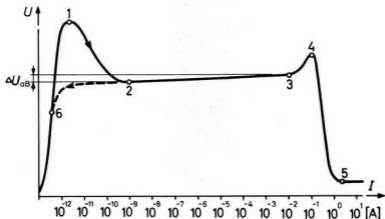

Bild 338
Zünden der Röhre erforderlich ist, ist abhängig vom verwendeten Gas und vom Gasdruck. Bild 338 zeigt den Zusammenhang zwischen angelegter Spannung und Anodenstrom. Die **Zündspannung** (1) liegt etwas höher als die **Brennspannung** (2–3), da zum Auslösen der Elektronenlawine eine verhältnismässig hohe Elektronengeschwindigkeit erforderlich ist. Diese Geschwindigkeit wird den Elektronen durch eine entsprechend hohe Anodenspannung erteilt. Sobald der Zündvorgang einmal eingeleitet ist, kann die Ionisation mit einer geringeren Spannung aufrechterhalten werden.